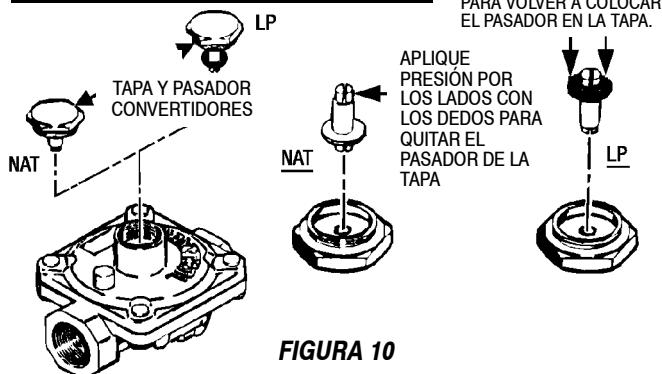

FIGURA 10
B. INVERSIÓN DE LA TAPA DEL REGULADOR DE PRESIÓN (Vea la figura 10)
B. INVIERTE LA TAPA DEL REGULADOR DE PRESIÓN. (Vea la figura 10).